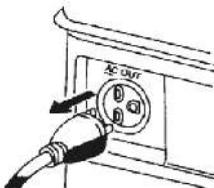

Рис. 11
- 1.** Перед остановкой, выключите электрические приборы. (Рис. 11)